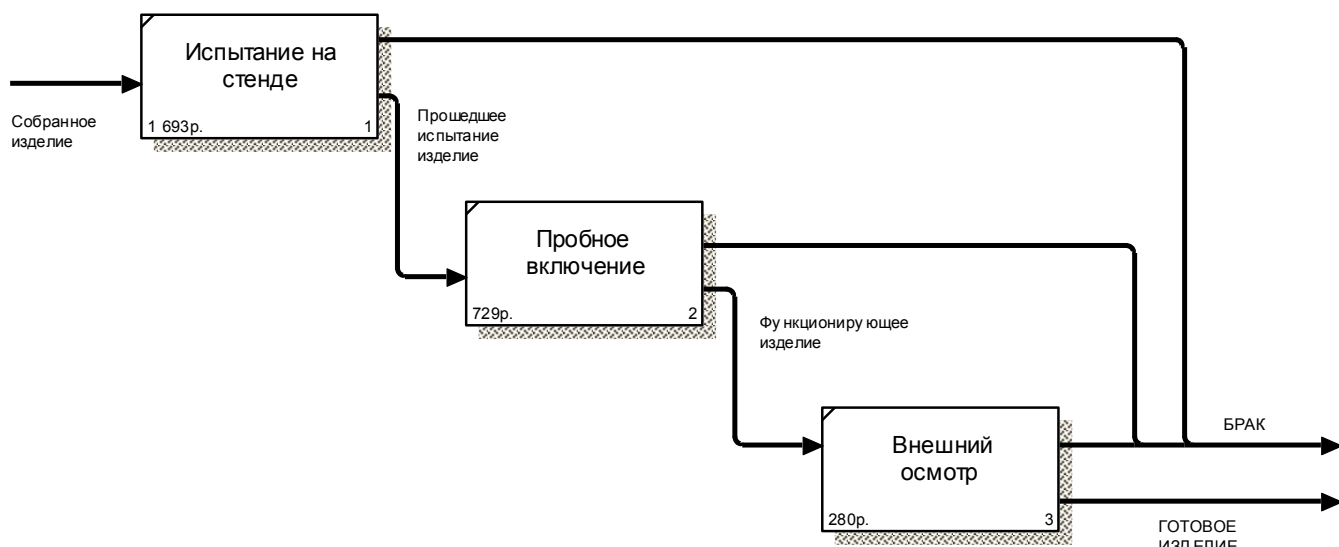

Рисунок 2- Стоимость бизнес-процессов
3. С точки зрения технологии очередность проведения работ незначительна. Если проводить работы в убывающем по стоимости порядке (рисунок 2), то стоимость, затраченная на получение готового изделия, составит: